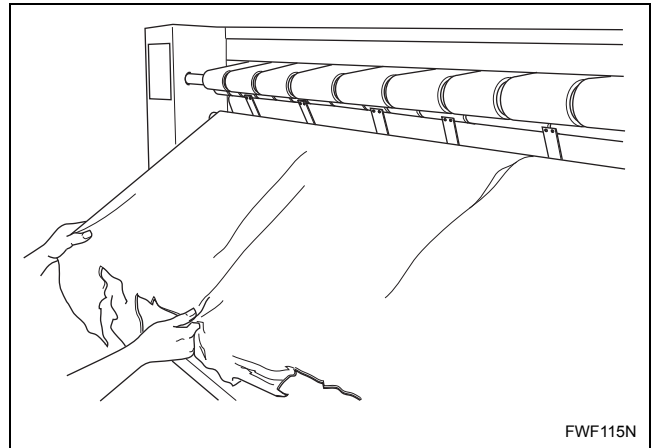

Figura 19
- e. Quite totalmente el papel protector. Consulte la *Figura 19*.